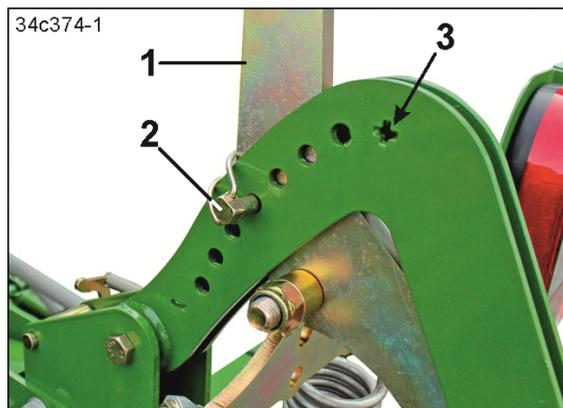

Рис. 199
4. Зафиксируйте положение рычага (Рис. 199/1) шплинтом с круглой пружинной защелкой (Рис. 199/2).
Прижим катков максимальный, когда шплинт с круглой пружинной защелкой (Рис. 199/2) вставлен в отверстие рядом со знаком "+" (Рис. 199/3).